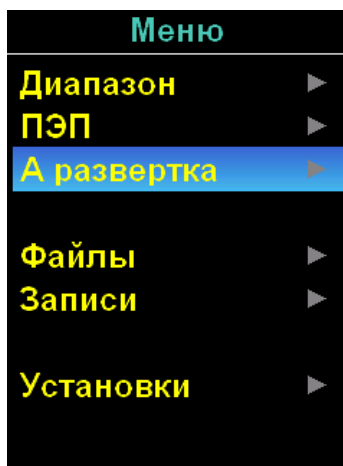

Рисунок 5 -
2.4.3 Каждое меню и подменю состоит из заголовка и пунктов, текущий пункт выделяется синим фоном (рисунок 5).